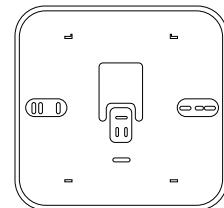
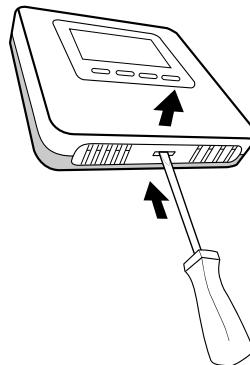

Рис. 10
Рис. 19
- Смонтируйте при необходимости опорную пластину на электрическую соединительную коробку, которая поставляется в комплекте (Рис. 10).
Слегка надавив на защелку, расположенную в нижней части, снимите монтажное основание (Рис. 19). Вставьте 2 щелочные батарейки в специальный отсек, соблюдая полярность согласно отметкам, указанным на устройстве. После завершения операции установите на место регулятор температуры в помещении: сначала верхнюю часть, а затем после поворота вниз аккуратно прижмите ее. Беспроводной регулятор температуры в помещении осуществляет непрерывный мониторинг уровня заряда батарей, срок пригодности которых составляет примерно 2 года. Когда заряд заканчивается, на дисплее отображается значок (Рис. 10). Выполните замену батареек в соответствии с описанием, приведенным выше.